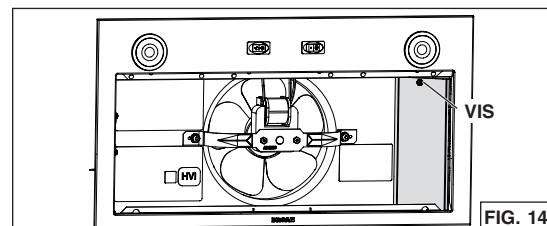

FIG. 14
3. Détacher le couvercle du compartiment électrique (en gris dans la FIG. 14) de l'intérieur de l'appareil en retirant sa vis de retenue. Retirer le sac de pièces de l'arrière du couvercle. Mettre de côté le sac de pièces et le couvercle avec sa vis.